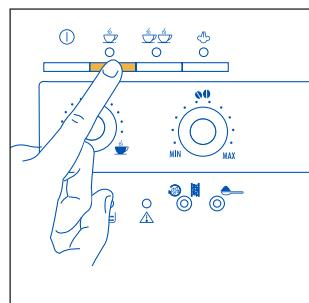
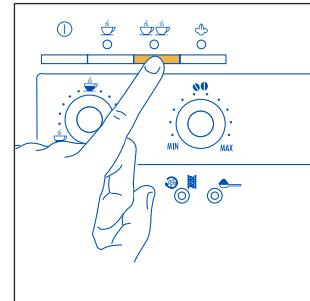

Рис. 12
Рис. 13
- 5) Нажмите кнопку , рис. 12, если вы готовите 1 кофе или кнопку , рис. 13, если готовите 2 чашки кофе. (После этого кофеварка помелит зерна кофе, выполнит короткую подачу кофе, паузу и полностью выльет кофе в чашку. После достижения требуемого количества кофеварка автоматически остановит подачу кофе и вытолкнет остатки кофе в кассету для кофейной гущи).